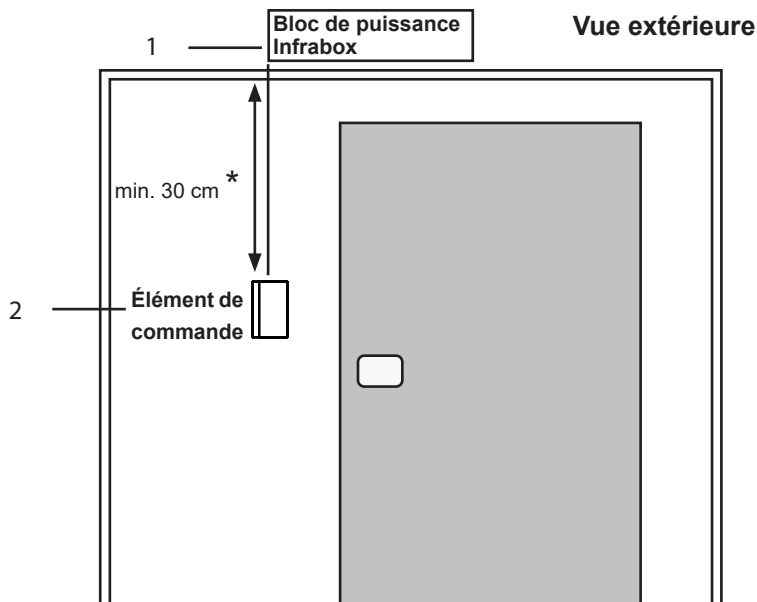

Fig. 2 Position du panneau de commande
Le panneau de commande 2 de la commande infrarouge est monté sur la paroi extérieure de la cabine à une distance maximale de 10 mètres du bloc de puissance 1 (voir Fig. 2). Pour le montage, une scie sauteuse usuelle, par exemple, est nécessaire pour réaliser la découpe pour le panneau de commande. Il est possible de monter le panneau de commande aussi bien dans la cabine qu'à l'extérieur de la cabine.
* En cas de montage à l'intérieur d'une cabine infrarouge, respecter une distance minimale de 30 cm par rapport au plafond de la cabine (voir Fig. 2 Position du panneau de commande à la page 11).